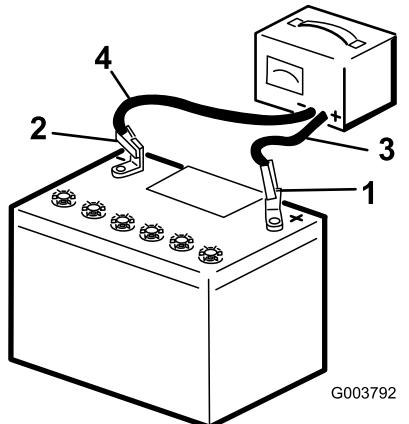

Figura 44
- Cargue la batería a un ritmo de 3 a 4 amperios durante 8 horas (Figura 44). No sobrecargue la batería.
- Cuando la batería esté completamente cargada, desconecte el cargador de la toma de electricidad, luego desconecte los cables del cargador de los bornes de la batería (Figura 44).